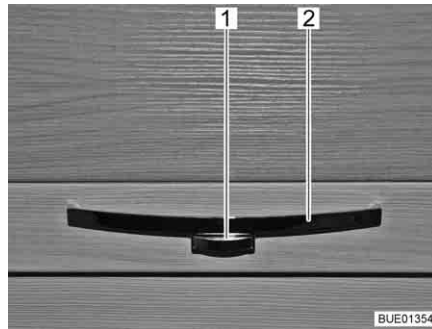

Bild 69 Möbelklappe mit Griff (Beispiel)
- Den Entriegelungsknopf (Bild 69,1) am Griff (Bild 69,2) drücken und gedrückt halten.